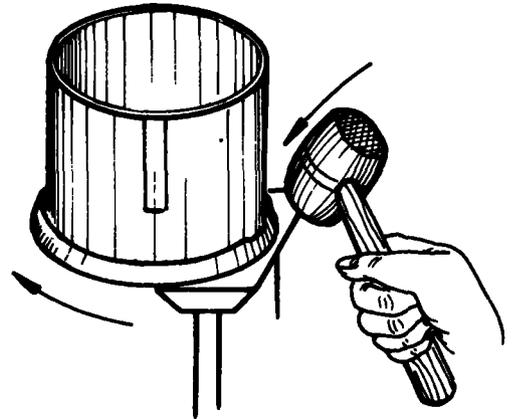

Fig.2
- d Golpee las pestañas doblando parcialmente en todo el contorno (fig. 2).